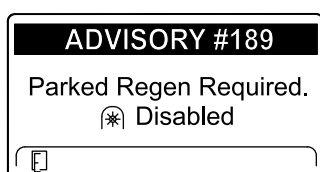

Figura 52
- Se não efetuar uma regeneração em estacionamento dentro de 2 horas, o InfoCenter indica que é necessária uma regeneração em estacionamento – tomada de força desativada AVISO N.º 189 (Figura 52).